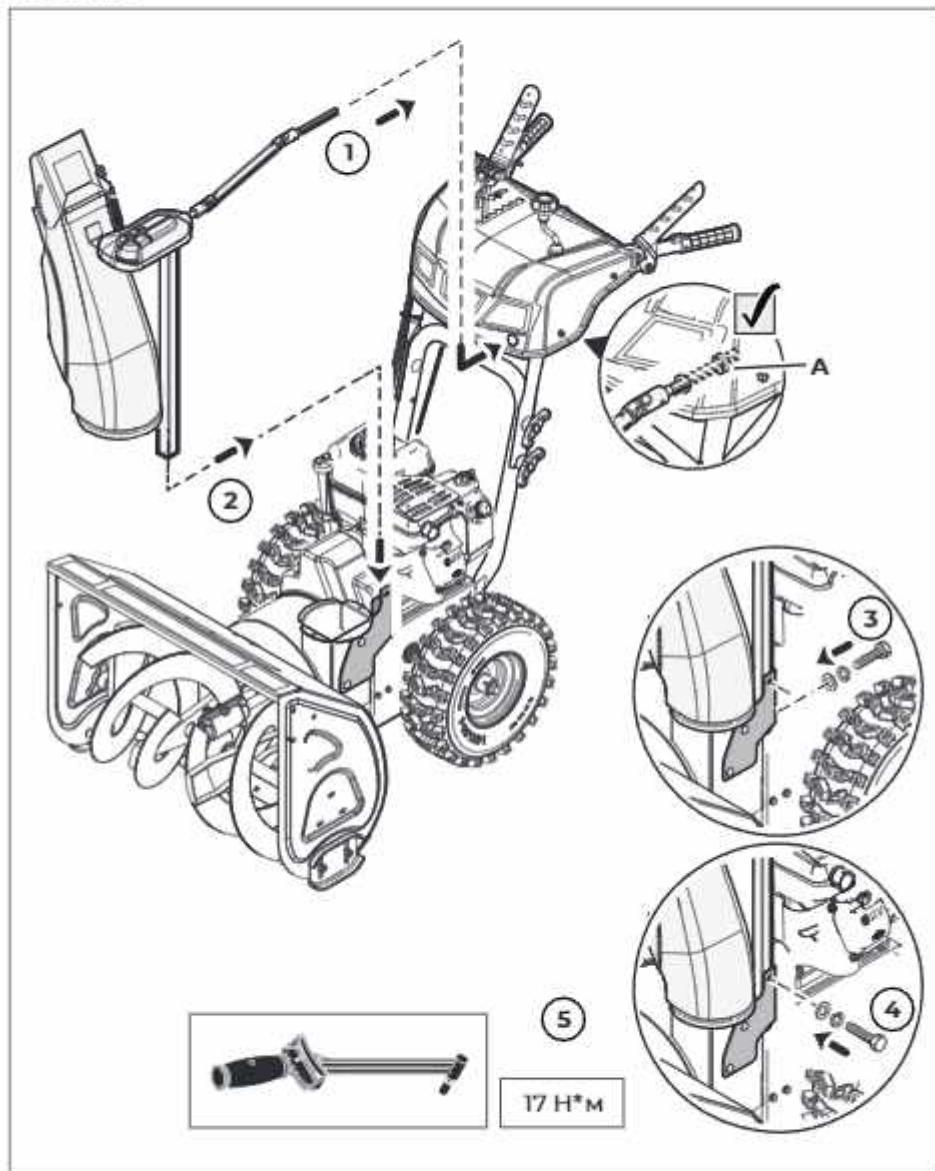
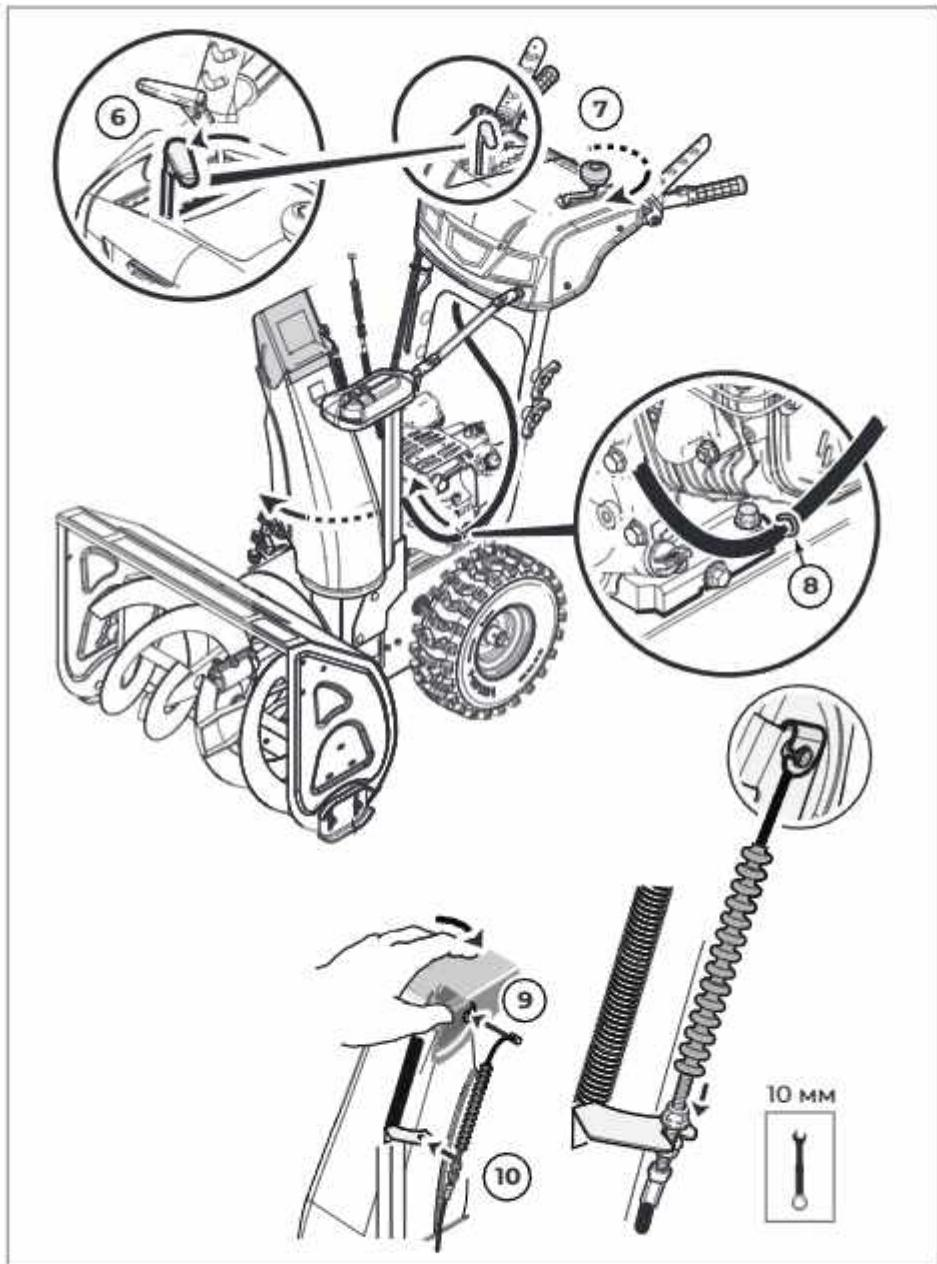

Рис. 8
Рис. 9
**2.3 Желоб (рис. 8, рис. 9)**
Вставьте стержень поворота желоба через приборную панель в ответное зубчатое колесо рис. 8 поз. А.